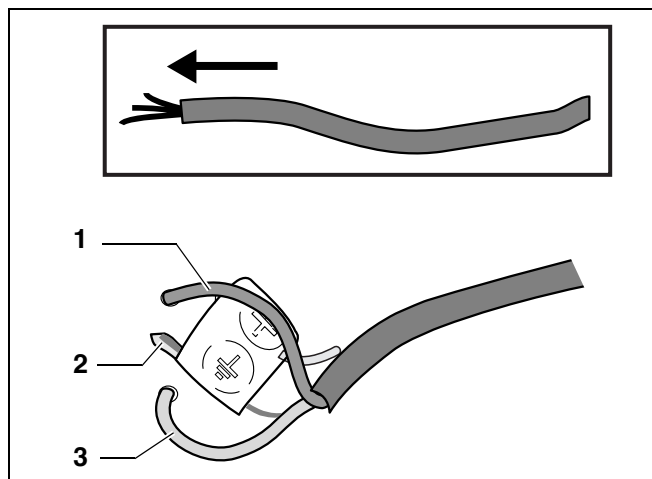

Рис. 42 Сетевой шнур
- Смонтировать сетевой штекер на сетевом шнуре (рис. 42).